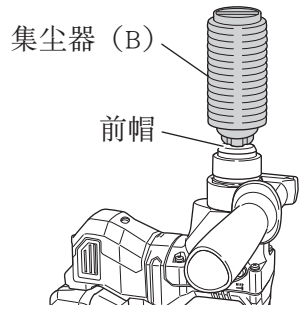

图 28
使用集尘器 (B) 时, 请将集尘器 (B) 与夹卡上的槽对准后, 将集尘器 (B) 从钻头的顶端插进去 (图 28)。